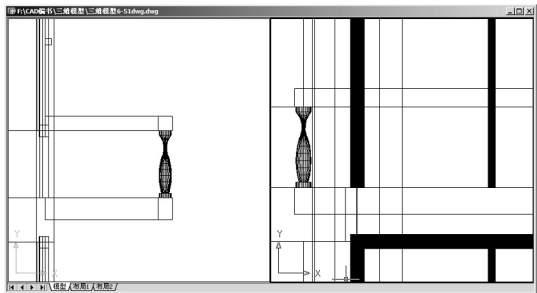

图 6.52 将花瓶放到合适的位置
(4) 左视图内显示花瓶的前后和上下位置关系，主视图内显示花瓶的左右和上下位置关系。用【移动】命令并结合两个视口的位置关系，将花瓶的位置调整至如图 6.52 所示的效果。